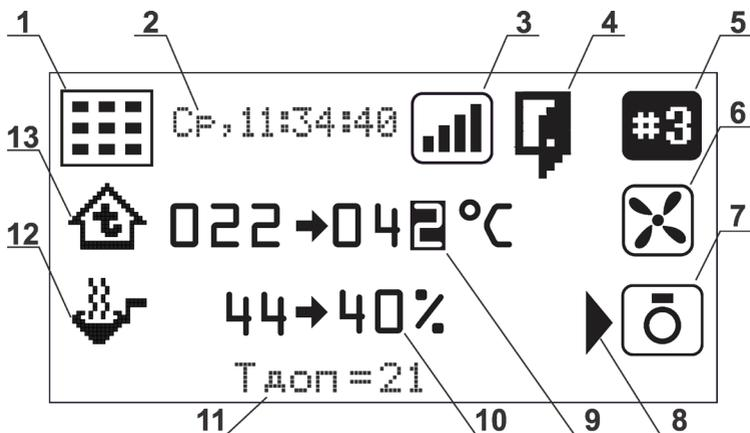

Рисунок 5 Главный экран / главное меню панели управления
Быстрая настройка основных режимов работы пульта выполняется в главном меню пульта/главный экран панели управления (Рис.5). Посредством главного меню возможен выбор режимов работы пульта и настройка их основных параметров.
Для установки данного режима необходимо кнопками панели управления «+» / «-» выбрать на экране символ текущего режима нагрева в **поз.13 (Рис.5)** и нажать кнопку «Ввод», при этом данный символ станет доступным для редактирования (начнёт мигать). Кнопками панели управления «+» / «-» выбрать символ «**Режим нагрева без пара**». Для подтверждения сделанного выбора нажать кнопку «Ввод». Пульт переключится в «Режим нагрева без пара»
Для установки температуры нагрева парильного помещения необходимо кнопками панели управления «+» / «-» выбрать на экране символ →**042°C поз.9 (Рис.5)** и нажать кнопку «Ввод», при этом данный символ станет доступным для редактирования (начнёт мигать). Кнопками панели управления «+» / «-» установить необходимую величину температуры. Для подтверждения сделанного выбора нажать кнопку «Ввод».
Для установки данного режима необходимо кнопками панели управления «+» / «-» выбрать на экране символ текущего режима нагрева в **поз.13 (Рис.5)** и нажать кнопку «Ввод», при этом данный символ станет доступным для редактирования (начнёт мигать). Кнопками панели управления «+» / «-» выбрать символ «**Режим нагрева с паром**». Для подтверждения сделанного выбора нажать кнопку «Ввод». Пульт переключится в «**Режим нагрева с паром**»
Для задания требуемой величины влажности (**в %**) необходимо выбрать кнопками панели управления «+» / «-» выбрать на экране символ →**40% поз.10 (Рис.5)** и нажать кнопку «Ввод», при этом данный символ станет доступным для редактирования (начнёт мигать). Кнопками панели управления «+» / «-» установить необходимую величину влажности. Для подтверждения сделанного выбора нажать кнопку «Ввод».
Для установки данного режима необходимо кнопками панели управления «+» / «-» выбрать на экране символ текущего режима нагрева в **поз.13 (Рис.5)** и нажать кнопку **«Ввод»**, при этом данный символ станет доступным для редактирования (начнёт мигать). Кнопками панели управления «+» / «-» выбрать символ **«Режим просушки»**. Для подтверждения сделанного выбора нажать кнопку **«Ввод»**. Пульт переключится в **«Режим просушки»**.
Для установки данного режима необходимо кнопками панели управления «+» / «-» выбрать на экране символ текущего режима времени в поз.1 (Рис.5) и нажать кнопку **«Ввод»**, при этом данный символ станет доступным для редактирования (начнёт мигать). Кнопками внешней панели «+» / «-» выбрать символ **«Режим Таймер»**. Для подтверждения сделанного выбора нажать кнопку **«Ввод»**.
- Для этого необходимо кнопками внешней панели «+» / «-» выбрать на экране символ адреса блока мощности в поз.5 (рис.5) и нажать кнопку «Ввод», при этом данный символ станет доступным для редактирования (начнёт мигать). Кнопками панели управления «+» / «-» установить адрес требуемого блока мощности. Для подтверждения установленного адреса нажать кнопку «Ввод».